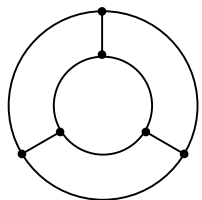

Рис. 1.2.
2. На рис. 1.2 дана структурная схема некоторой цепи (ветви изображены линиями, узлы – точками). Определите для нее число взаимно независимых уравнений, которые можно составить по первому и второму законам Кирхгофа.